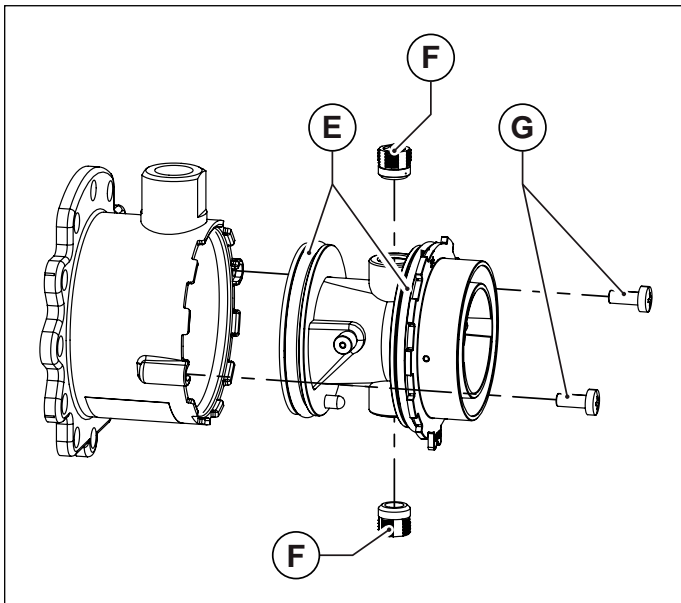
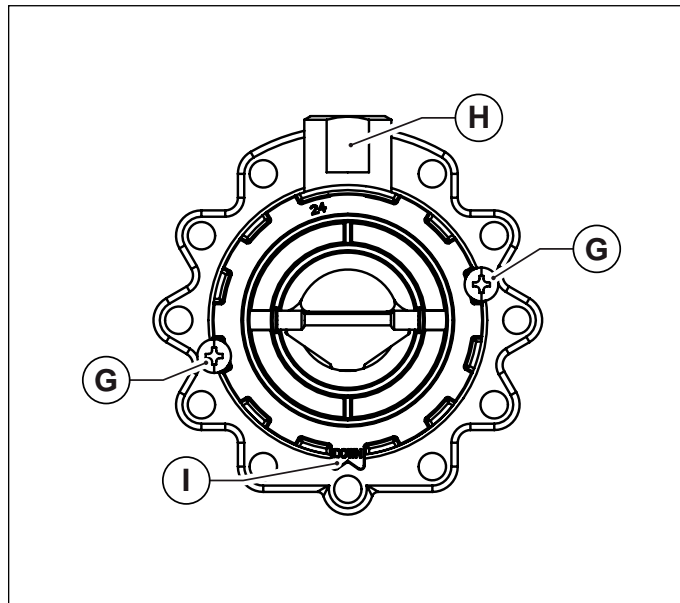

Рис. 38 Пластмассовый корпус смесителя
Рис. 39 Монтажное положение
- Отвинтить два винта и вытащить пластмассовый корпус смесительного узла (смотри Рис. 38 Пластмассовый корпус смесителя).
- Используя шестигранный ключ, вывинтить две форсунки диаметром 6 мм (смотри Рис. 38 Пластмассовый корпус смесителя).
- Вставить пластмассовый корпус (трубку Вентури) в смесительный узел и зафиксировать его крепежными винтами, обращая внимание на то, чтобы не повредить кольцевые прокладки, расположенные по краям пластмассового корпуса (Рис. 38 Пластмассовый корпус смесителя) правильно выбрать монтажное положение (смотри Рис. 39 Монтажное положение).
- Закрепить смесительный узел на вентиляторе с помощью шестигранных винтов, не забыв установить между ними уплотнительное кольцо (смотри Рис. 38 Пластмассовый корпус смесителя).